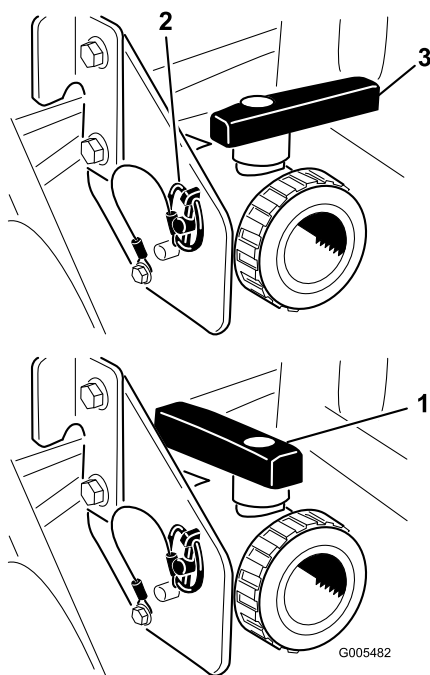

Figura 26
Aprite la valvola per spurgare il materiale rimasto nel serbatoio, e smaltitelo nel rispetto del regolamento locale e secondo le istruzioni del produttore del materiale (Figura 26). Terminata l'operazione di spurgo, togliete l'acciarino sulla staffa che assicura la valvola di spurgo alla macchina e lasciate cadere la valvola sul terreno. In tal modo si scaricherà tutto il materiale rimasto nel tubo.
3. Una volta spurgato completamente il serbatoio, installate la valvola sul telaio con l'acciarino precedentemente rimosso e chiudere la valvola di spurgo (Figura 26).